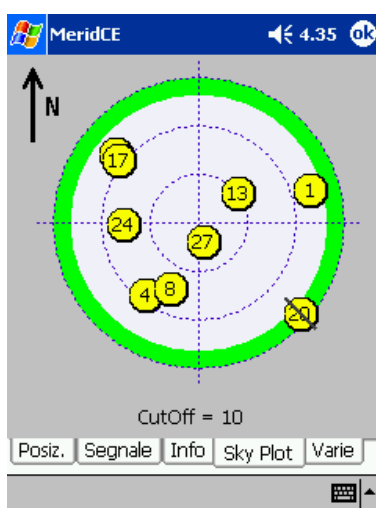

fig.45
- SKY PLOT: indica la posizione dei satelliti sulla volta celeste (mappa del cielo) fig. 45